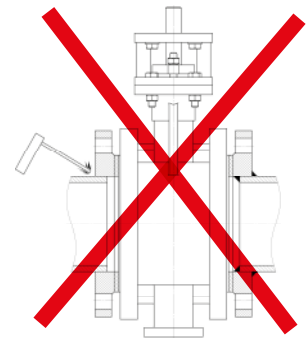

Рис. 6
**Внимание:** категорически запрещается производить приварку фланцев к трубопроводу, когда затвор посажен между фланцами, т.к. могут иметь место повреждение уплотнительных поверхностей. (Рис. 6)